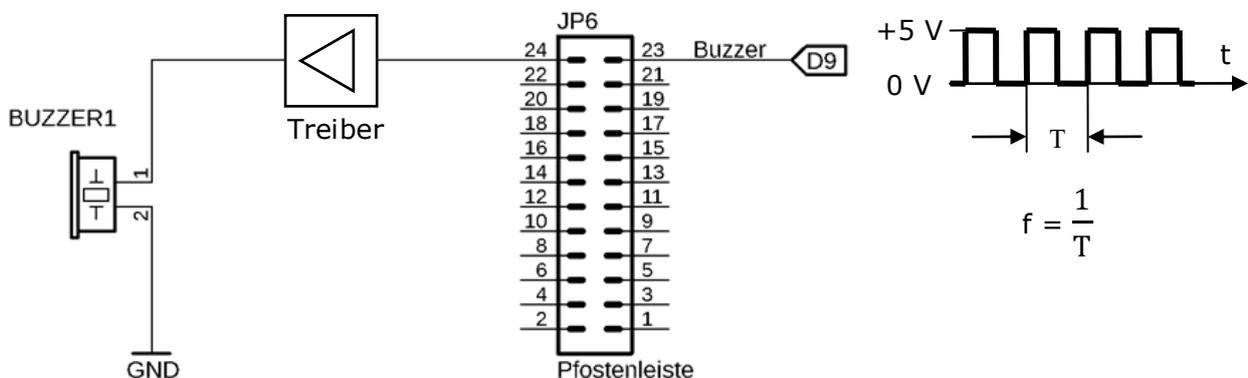

Abbildung 9: Die Beschaltung des Summers *Buzzer1*
Im linken oberen Teil von Abbildung 1 sieht man den Piezo-Summer *Buzzer1* (Pfeil (23) in Abbildung 1), der es dem Anwender ermöglicht, Töne unterschiedlicher Frequenz auszugeben. Seine prinzipielle Beschaltung zeigt Abbildung 9.
Der Summer *Buzzer1* kann auf dem *MCCAB Trainingsboard* über eine Steckbrücke (Jumper) auf der Position »Buzzer« der Pfostenleiste JP6 (Pfeil (29) in Abbildung 1) mit dem GPIO D9 des Mikrocontrollers verbunden werden (siehe Abbildung 9, Abbildung 4 und Pfeil (2) in Abbildung 1). Die Steckbrücke kann entfernt werden, wenn der GPIO D9 in einem Programm für andere Zwecke benötigt wird.
Zur Generierung von Tönen muss der Anwender in seinem Programm ein sich mit der gewünschten Tonfrequenz änderndes Signal an Ausgang D9 des Mikrocontrollers erzeugen (rechts in Abbildung 9 skizziert). Durch diese schnelle Folge von HIGH- und LOW-Pegeln liegt an *Buzzer1* eine rechteckförmige Wechsellspannung, die das Keramikplättchen im Inneren des Summers periodisch verformt und so Schallschwingungen mit der entsprechenden Tonfrequenz erzeugt.